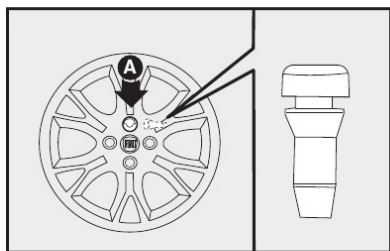

fig. 10
- Colocar a calota cuidando para que o símbolo ◀, na parte interna, fique em correspondência com a válvula, e dessa maneira o furo maior da calota **A-fig. 10** passe pelo parafuso já fixado.